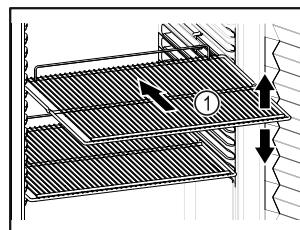

Fig. 60 Beispielhafte Darstellung
- ❑ Wenn Abstellroste Fig. 60 (1) versetzbare sind, je nach Höhe anpassen.